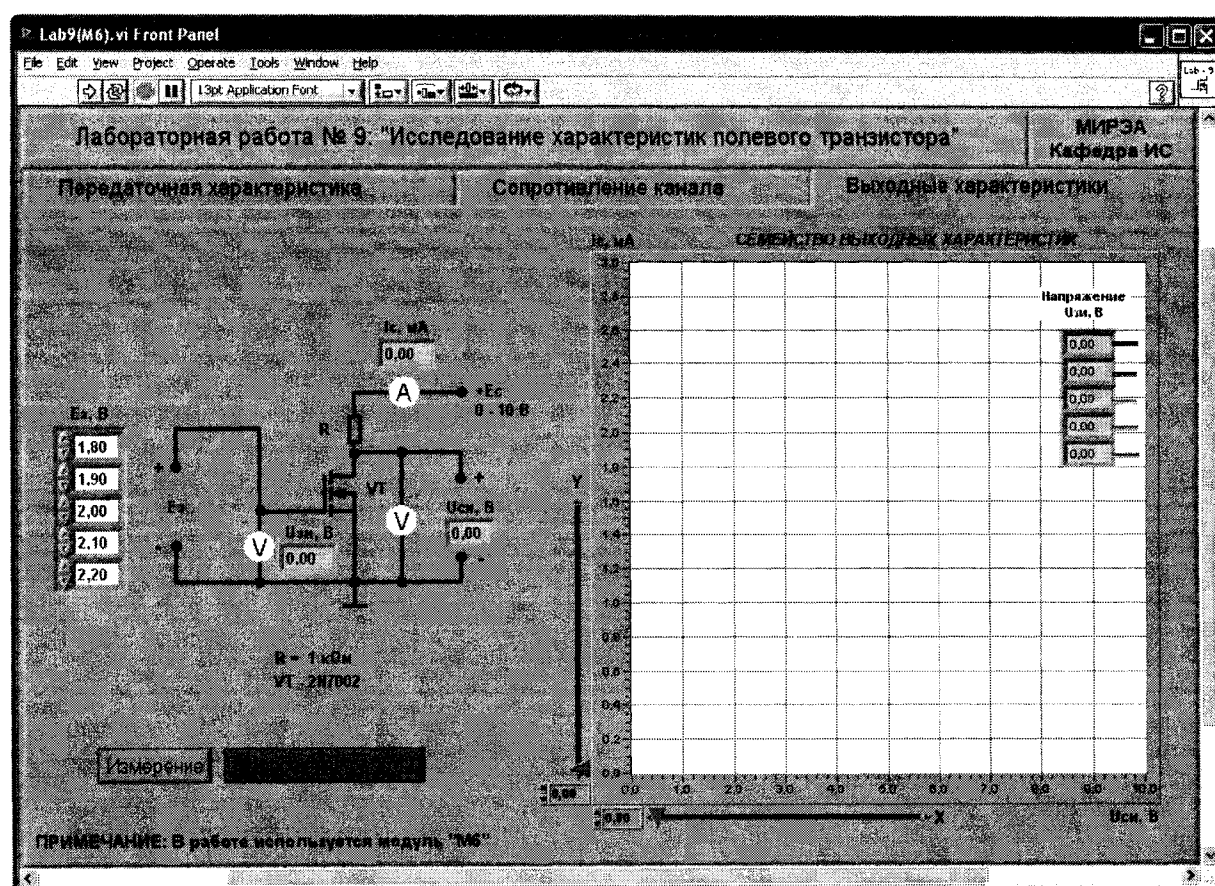

Рис. 9.10. Лицевая панель ВП при выполнении задания 3
4.3.1. На лицевой панели ВП нажмите мышью на закладку с надписью «Выходные характеристики». На экране появится изображение ВП, приведенное на рис. 9.10.